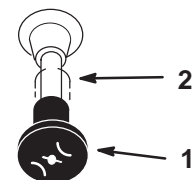

Figure 14
7. Lorsque le moteur a démarré, amenez progressivement la manette de starter en position hors service (Fig. 14). Si le moteur cale ou hésite, ramenez la manette de starter à la position en service pendant quelques secondes. Réglez ensuite le levier d'accélérateur à la position voulue. Répétez l'opération si nécessaire.